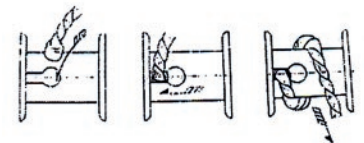

Fig. 5
c) Instalación de Cable para Restirador de 2Ton (ver fig. 5)